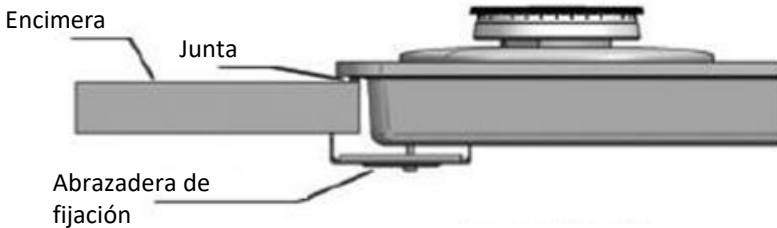

Figura 4
- Para evitar la inserción de materias extrañas y líquidos entre la placa y la encimera, coloque la junta en el orificio de la encimera sin permitir ningún solapamiento antes de la instalación. (Figura 4)